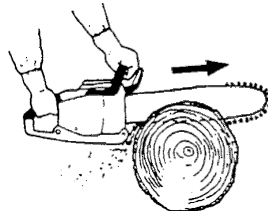

Fig. 19
- Nunca utilice la sierra con una mano solamente. De esa forma, será difícil controlar correctamente la sierra y sufrirá heridas serias al perder el control. Mantenga el cuerpo de la sierra cerca de su cuerpo para mejorar el control y reducir el esfuerzo. Cuando corte con la parte inferior de la cadena, la fuerza reactiva tratará de arrastrar la sierra fuera de sus manos en dirección de la madera que esté cortando. La sierra controlará la velocidad de avance y el serrín será lanzado hacia usted. (Fig. 19)